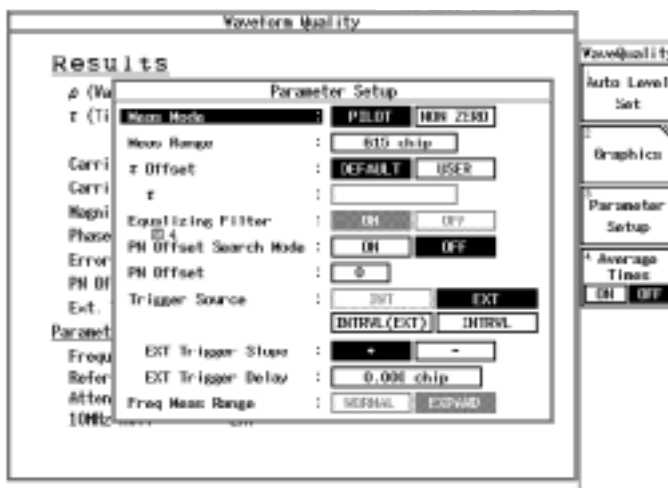

図 6-5 測定パラメータ表示 (Reverse Link)
4. R3267 シリーズを CF:800MHz、RF 入力、Reverse Link に設定し、パラメータを図 6-5 のように設定し、*DC CAL*、*AUTO LEVEL* を実行します。